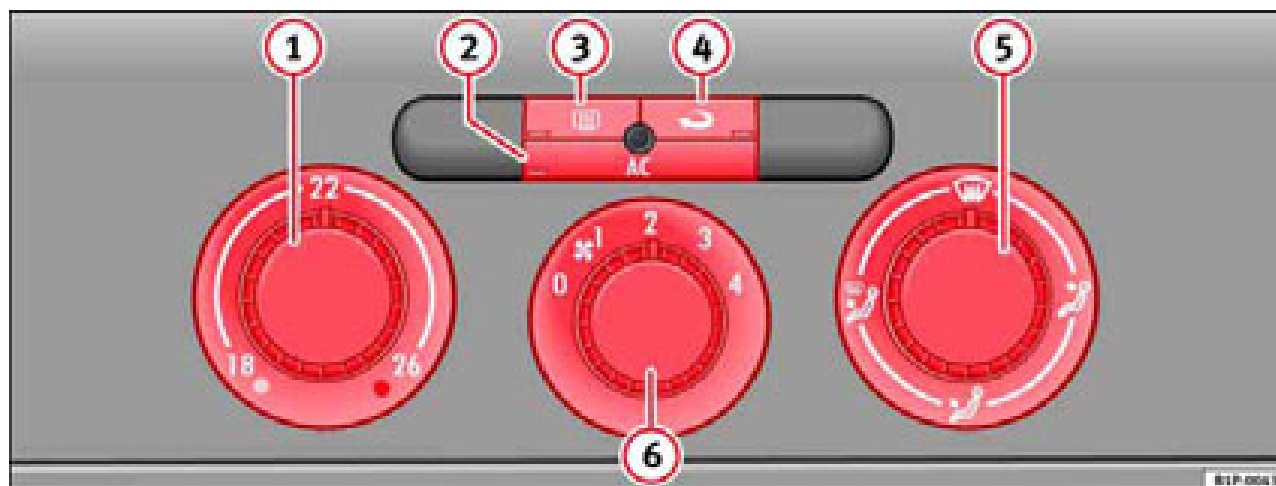

Fig. 105 Mandos del Climatic en el tablero de instrumentos
- Con los reguladores ⇒ fig. 105 ① y ⑤ y con el mando ⑥ se regula la temperatura, la distribución del aire y la velocidad de la turbina.
- Pulse la tecla ②, ③ o ④ para activar o desactivar la función correspondiente. Cuando la función está activa, la ventana situada en la esquina inferior de la tecla se ilumina.
- ③ Tecla – Luna térmica. Esta función se apaga automáticamente aproximadamente 20 minutos después de haberla conectado. Se puede desconectar antes pulsando de nuevo la tecla.
- ④ Tecla – Recirculación de aire ⇒ página 149
- ⑤ Regulador de la distribución de aire ⇒ página 147
- ⑥ Mando de la turbina. El caudal de aire tiene 4 niveles de ajuste. La turbina debería funcionar siempre en el nivel más bajo cuando se circule a poca velocidad.
- ① Regulador de temperatura ⇒ página 147
- ② Tecla – Encender o apagar el grupo refrigerador ⇒ página 147
- Encienda el climatizador con la tecla $\Rightarrow$ página 146, fig. 105 .